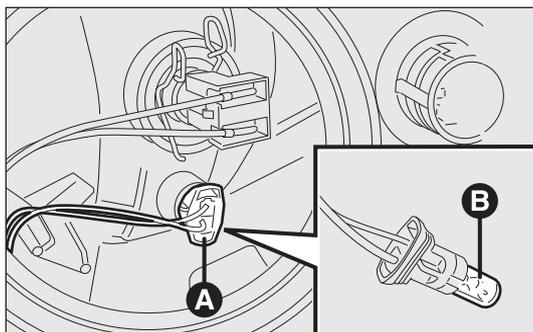

Abb. 187
- die Lampensockelbaugruppe A-Abb. 187 herausnehmen (durch Druck eingesetzt), die Glühlampe B herausnehmen und auswechseln;